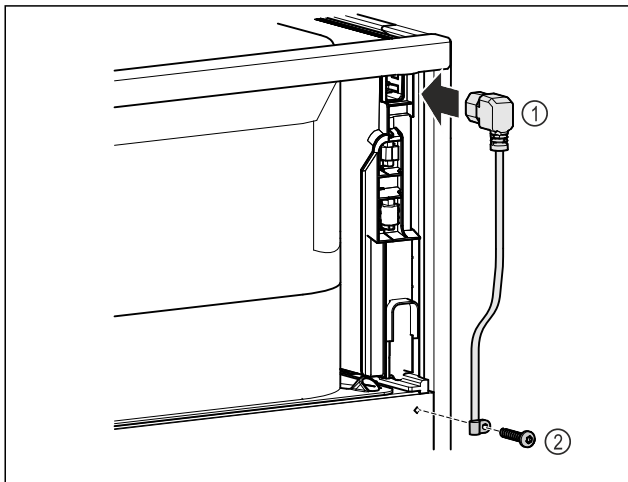

Fig. 9
- ▶ Insertar el conector para aparatos de frío del cable de alimentación Fig. 9 (1) en la parte posterior del dispositivo.
- ▶ Montar la protección contra tirones Fig. 9 (2).